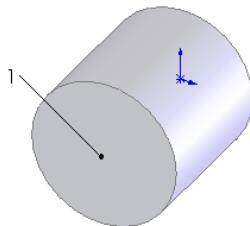
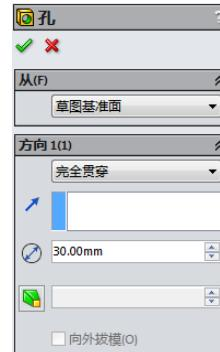

图 4-17 拉伸的图形
图 4-18 “孔”属性管理器
**03** 拉伸实体。在菜单栏中选择“插入”→“凸台/基体”→“拉伸”命令，将上一步绘制的草图拉伸为“深度”均为 60 的实体，结果如图 4-17 所示。
**04** 执行孔命令。选择图 4-17 中的表面 1，在菜单栏中选择“插入”→“特征”→“孔”→“简单直孔”命令，或者单击“特征”工具栏中的“简单直孔”图标按钮，此时系统弹出如图 4-18 所示的“孔”属性管理器。